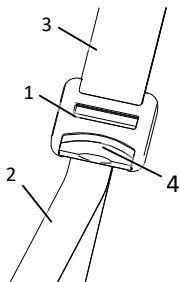

Abb. 21
Durch Ziehen am Gurt (2) wird die Spannung in den Gurten erhöht, wodurch die Position des Kindes im Sitz stabilisiert wird. Wenn eine Änderung der Position der Verstellschnalle (1) erforderlich ist, passen Sie die Länge des Gurtes (3) an. Um die Spannung in den Gurten zu verringern, ziehen Sie den Gurt (2) mit gedrücktem Knopf (4) von der Schnalle weg. (Abb.21)